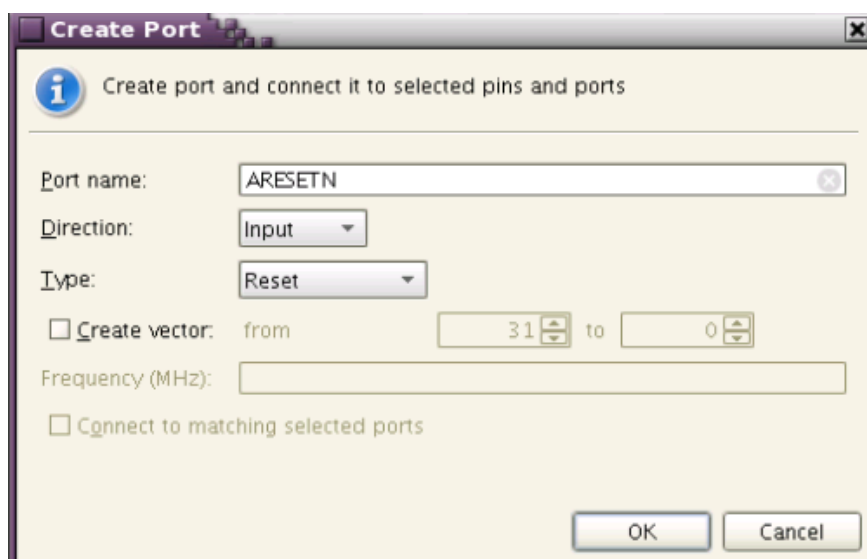

図 35 : [Create Port] : ARESETN の追加
9. [Create Port] で次のように入力し、[OK] をクリックします (図 35)。